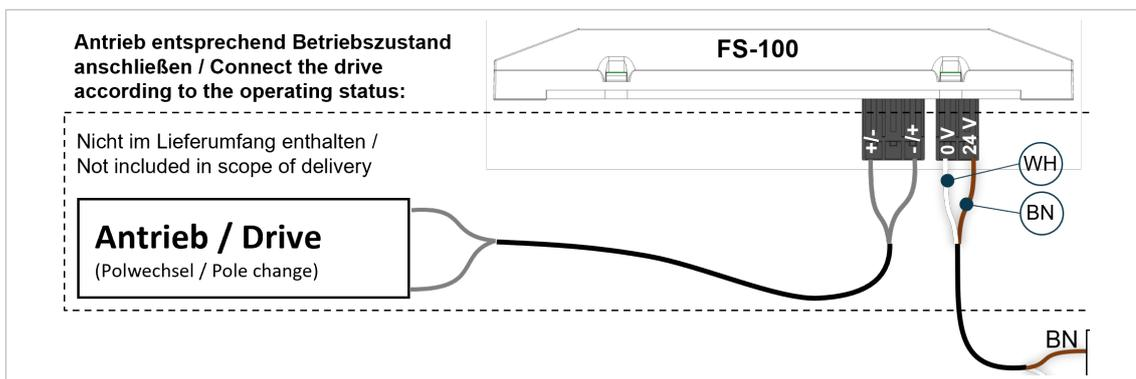

Abb. 11: Anschlussbild FS-100 (Polwechsel)
- Die Einzeladern der Anschlussleitung des Antriebs auf geeignete Länge abisolieren und an die Anschlussklemme „OUT“ an der **FS-100** (Abb.11) entsprechend des Betriebszustands anschließen.